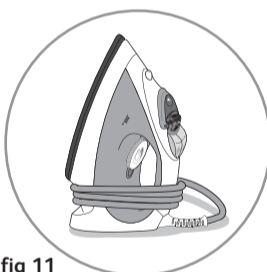

fig 11
- Rangez le fer froid sur son talon (fig 11).